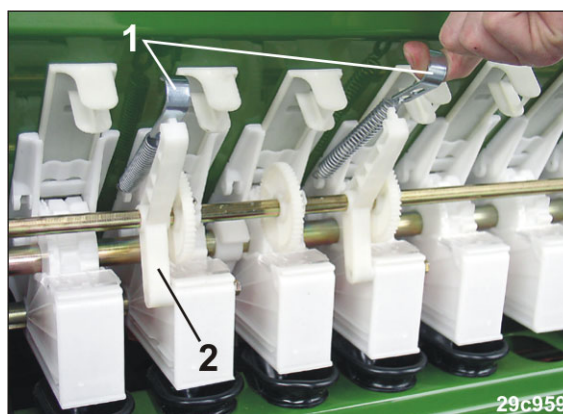

Рис. 239
2. Зніміть натяжні пружини (Рис. 239/1) підшипників проміжного вала (Рис. 239/2).